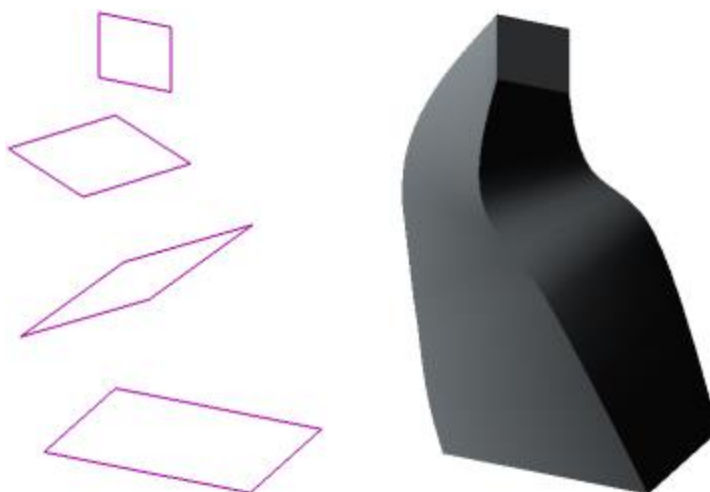

Рис. 6.25. Эскизы и элемент, образованный операцией по сечениям
– построение тела по сечениям-эскизам (рис. 6.25)